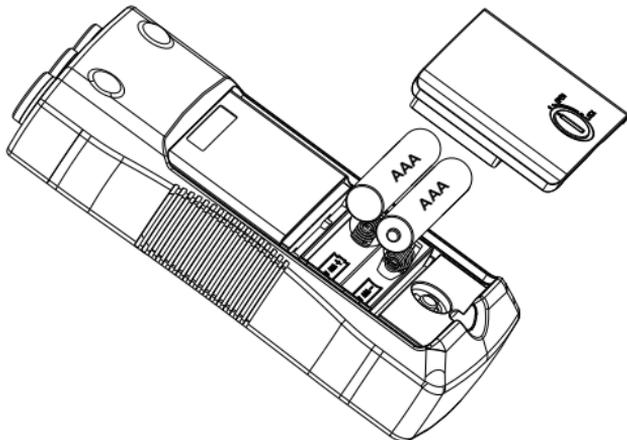

图 3：更换电池
**PRM-6使用两节1.5 V AAA型电池(已含)。更换电池的步骤如下(参见图3)：**
4. 按图3所示更换电池。注意电池舱中的电池极性指示。